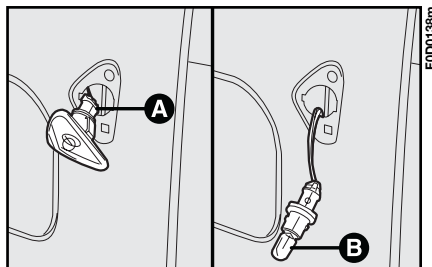

fig. 19
- 2) estrarre il portalampada **A-fig. 19** facendolo ruotare leggermente e sostituire la lampada **B**.